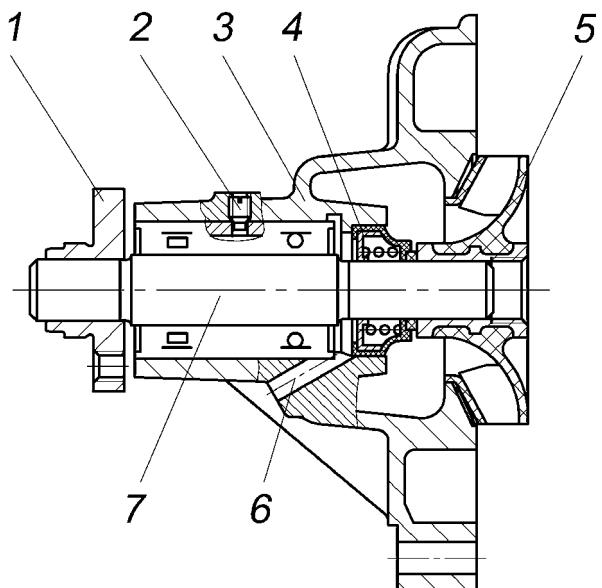

Рисунок 23 – Водяной насос:
**Водяной насос** (Рисунок 23) центробежного типа расположен и закреплен на крышке цепи. Подшипник 7 отделен от охлаждающей жидкости самоподжимным сальником 4 неразборной конструкции, в котором расположены манжета и уплотняющая шайба. Жидкость, просачивающаяся через сальник, не попадает в подшипник, а вытекает наружу через контрольное отверстие 6. Подшипник от перемещения удерживается фиксатором 2, который завернут до упора и закернен. Подшипник заполняется смазкой при сборке и в процессе эксплуатации добавления смазки не требуется. Ступица 1 и крыльчатка 5 напрессованы на валик подшипника.